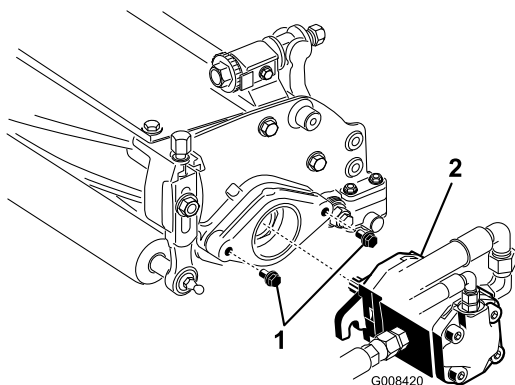

Figura 18
- Coloque los tornillos de montaje del motor de tracción del molinete en cada unidad de corte. Deje expuesta 1/2 pulgada (13 mm) aproximadamente de rosca en cada tornillo de montaje (Figura 18).
- Recubra de grasa limpia el eje del motor e instale el motor girándolo en el sentido de las agujas del reloj de manera que las bridas del motor no choquen con los pernos. Gire el motor en el sentido contrario a las agujas del reloj hasta que las bridas se enganchen en los pernos (Figura 18).
- Apriete los pernos de montaje** (Figura 18).